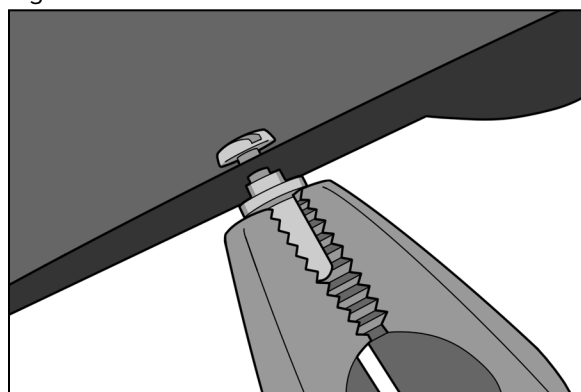

Figure 6
2. À l'aide de la pince plate, saisir la broche BoS 2.1 sur les côtés plats. (Figure 6).